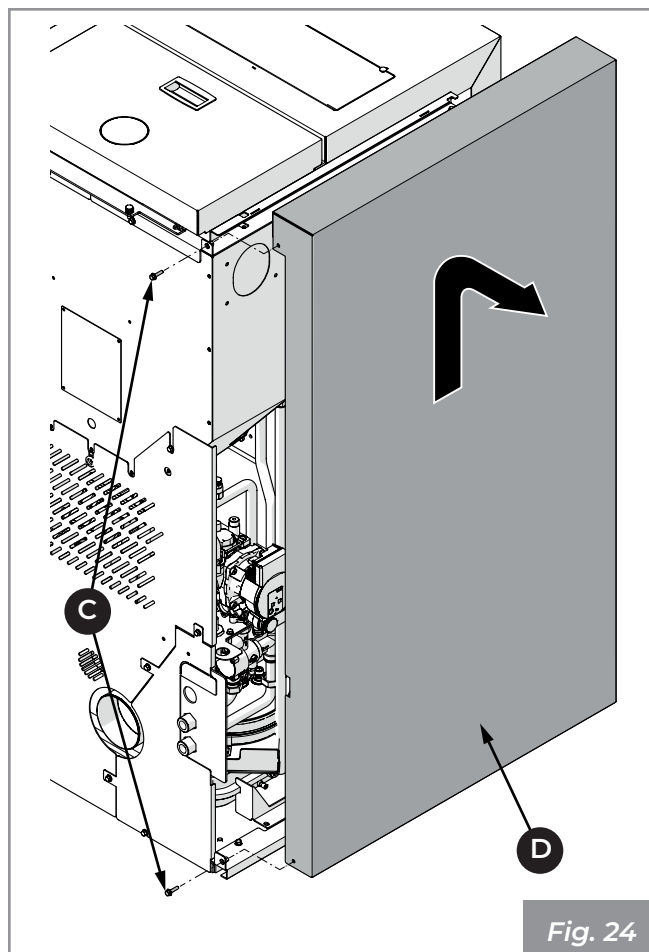

Fig. 24
Dévisser les deux vis arrière (C) et soulever le panneau latéral gauche (D) pour libérer les crochets de fixation (Fig. 24).